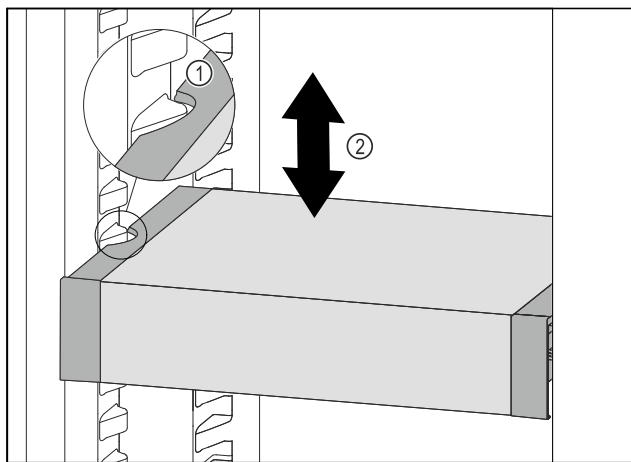

Fig. 51
- Træk VarioSafe fremefter, indtil udsparringerne i siden på VarioSafe er på niveau med beholderribben i kølesektionen. Fig. 51 (1)
- Flyt VarioSafe op eller ned i kølesektionen, indtil den ønskede højde er nået. Fig. 51 (2)